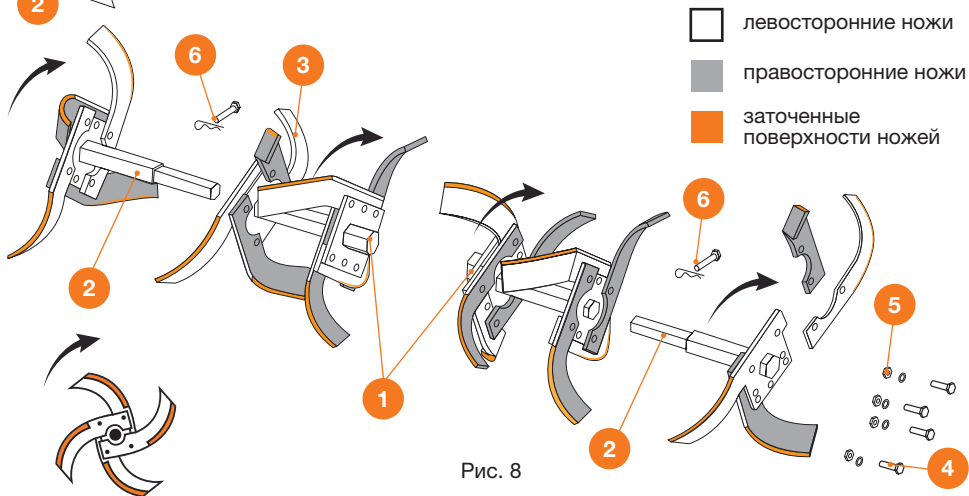

Рис. 8
- Установите левосторонние ножи **2** на одной плоскости фланца **1** зеркально друг другу и зафиксируйте их при помощи крепежных элементов **4** (Рис. 8).
- Правосторонние ножи **3** установите на обратной стороне фланца, расположив их перпендикулярно относительно левосторонних ножей и закрепите их при помощи крепежных элементов **4** (Рис. 8).
- Для уменьшения ширины обработки почвы удалите цилиндрический палец и шплинт Ø 2,5 мм **6** и отсоедините ось-удлинитель **2** (Рис. 8).